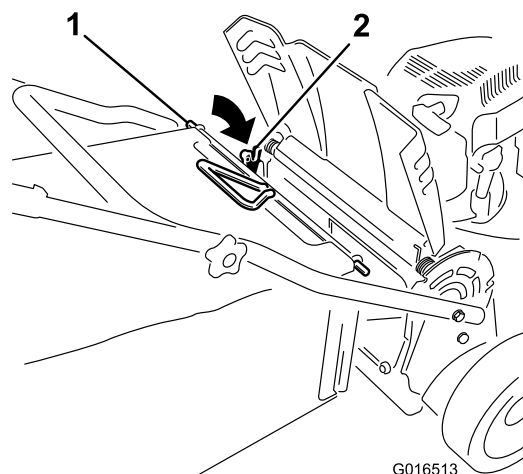

Figura 27
3. Installate l'asta del cesto nelle tacche alla base della maniglia e spostate il cesto avanti e indietro per accertare che l'asta sia posizionata a fondo in entrambe le tacche; vedere Figura 27.